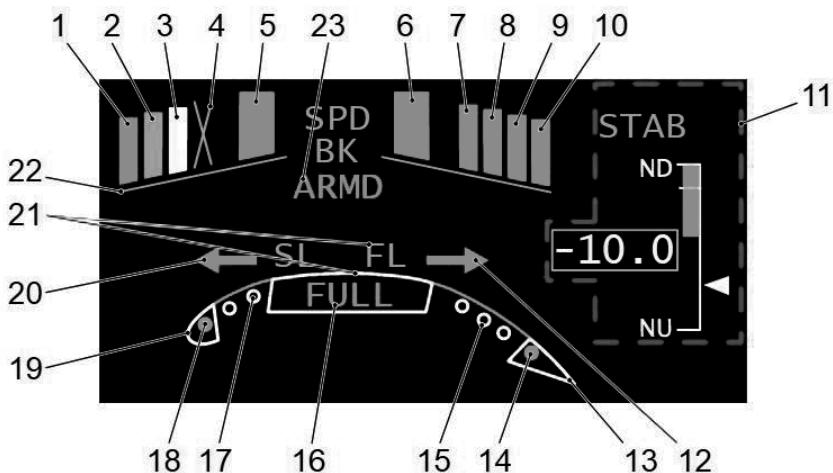

Рисунок 10. Синоптический фрагмент КСУ
- синоптической страницы FCS (Рис. 10),
Индикация КСУ на комплексном кадре EWD приведена на рис. 10.
- надписи SL и FL и контур крыла самолета белого цвета [21] Рис. 10 - наименование предкрылоков, закрылок, а так же контур крыла;
- надпись SPD BK и контур крыла самолета белого цвета [22] Рис. 10 - наименование воздушных тормозов и контур крыла;
- индикаторы интерцепторов [1] Рис. 10, [2] Рис. 10, [3] Рис. 10, [4] Рис. 10, [7] Рис. 10, [8] Рис. 10, [9] Рис. 10, [10] Рис. 10 отображаются в семи вариантах:
- индикаторы воздушного тормоза [5] Рис. 10, [6] Рис. 2 отображаются в семи вариантах:
- индикатор положения ручки МУВТ [23] Рис. 10 отображается в трех вариантах:
- индикатор направления движения предкрылоков [20] Рис. 10 отображается в трех вариантах:
- индикатор направления движения закрылоков [12] Рис. 10 отображается в трех вариантах:
- индикатор положения ручки МУМК [16] Рис. 10 отображается в шести вариантах:
- индикаторы состояния и положения предкрылоков [19] Рис. 10, закрылоков [13] Рис. 10, отображаются в двух вариантах:
- метки заданного положения предкрылоков [18] Рис. 10, закрылоков [14] Рис. 2, отображаются в виде окружностей зеленого цвета;
- метки диапазона отклонения секций предкрылоков [17] Рис. 10, закрылоков [15] Рис. 2, отображаются в виде окружностей белого цвета;
- зона индикации состояния и положения стабилизатора [11] Рис. 10 - отображается аналогично индикации стабилизатора на синоптической странице FCS.